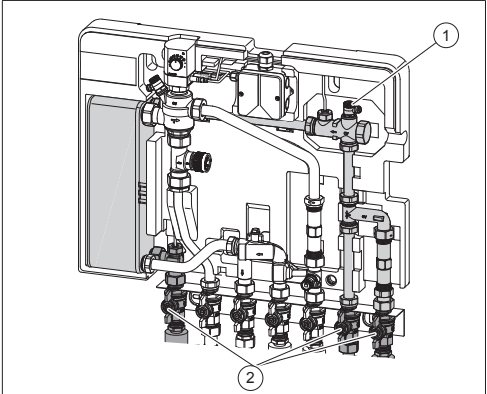

Fig. 3: Demontarea și montarea senzorului de debit
- Închideți cei 3 robineti sferici marcați (vezi fig. 3 (2)) din setul de racordare.
(1)	Ventil de aerisire (în carcasa senzorului de debit)
(2)	Robineți sferici
- Deschideți ventilul de aerisire (vezi fig. 3 (1)) al senzorului de debit pentru a depresuriza conducta.